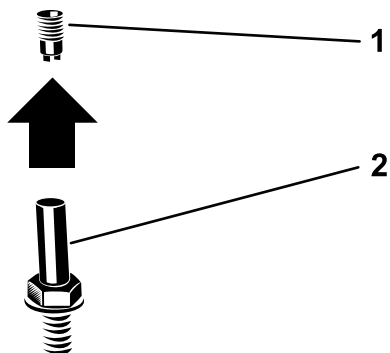

Рисунок 5
2. Снимите разъем маячка с гнезда маячка (Рисунок 5).